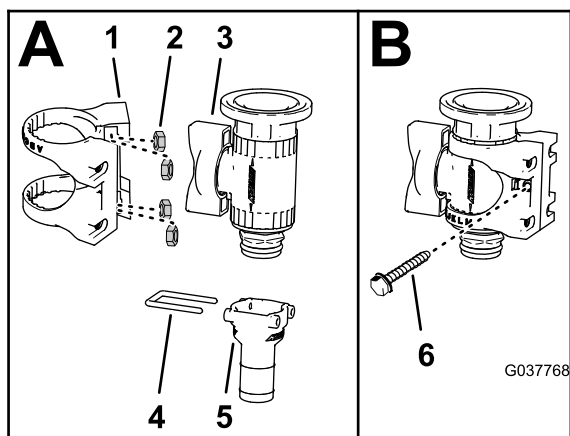

Рисунок 87
- Вставьте (если они не установлены) 4 гайки из нержавеющей стали в пазы в нейлоновом кронштейне, предназначенные для фланцевого отсечного клапана (Рисунок 87).
- Снимите прямой штуцер типа «елочка» (3/4 дюйма) и держатель с отсечного клапана (Рисунок 87).
- Вставьте фланцевый отсечной клапан в нейлоновый кронштейн, как показано на (Рисунок 87).
- Прикрепите нейлоновый кронштейн к фланцевому отсечному клапану с помощью винта (6-32 x 5/8 дюйма), как показано на (Рисунок 87).